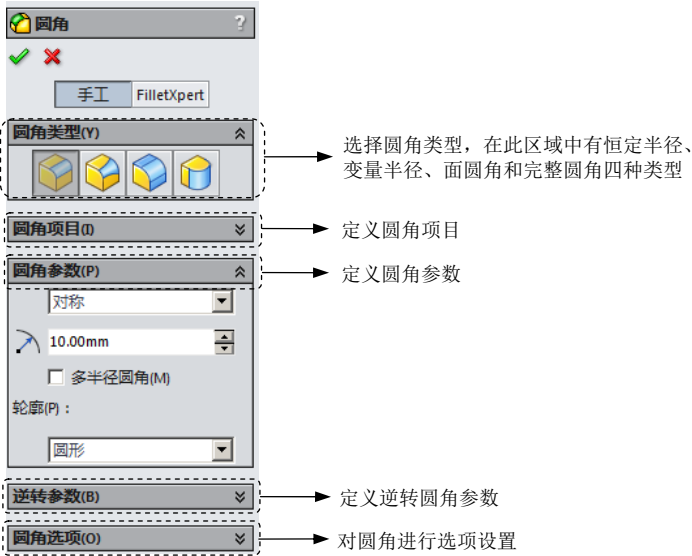

图 3.9.2 “圆角”对话框
Step2. 选择命令。选择下拉菜单 **插入(I)** → **特征(F)** → **圆角(U)** 命令（或单击“特征(F)”工具栏中的  按钮），系统弹出图 3.9.2 所示的“圆角”对话框。